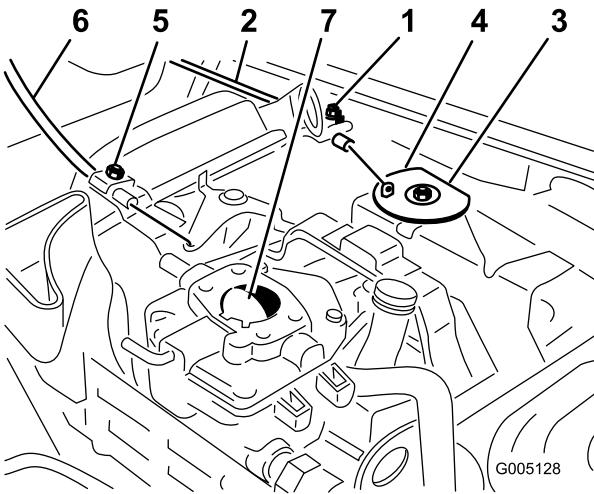

図 49
1. スロットル・ケーブルをエンジンに固定しているクランプのネジをゆるめる (図 49)。
3. スロットル・ケーブルを十分に引いて、スイベルの後部をストップに接触させる (図 49)。
- スロットル・ケーブルをエンジンに固定しているクランプのネジをゆるめる(図 49)。
- チョーク・ケーブルを十分に引いてチョークを完全に閉じ、その位置でクランプのネジを締める(図 49)。